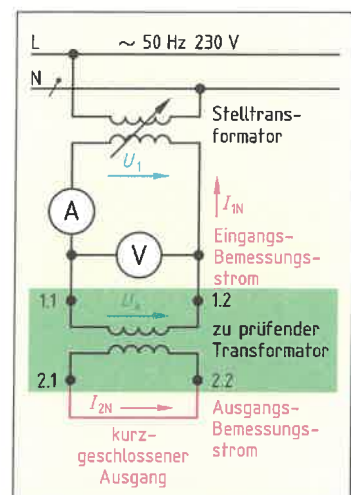

Bild 2: Messen der Kurzschlussspannung  $U_k$
7. Beschreiben Sie mithilfe von **Bild 2** den Vorgang zur Ermittlung der Kurzschlussspannung  $U_k$ .